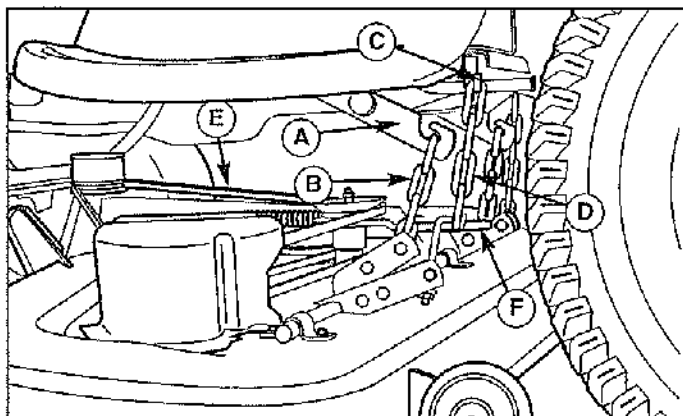
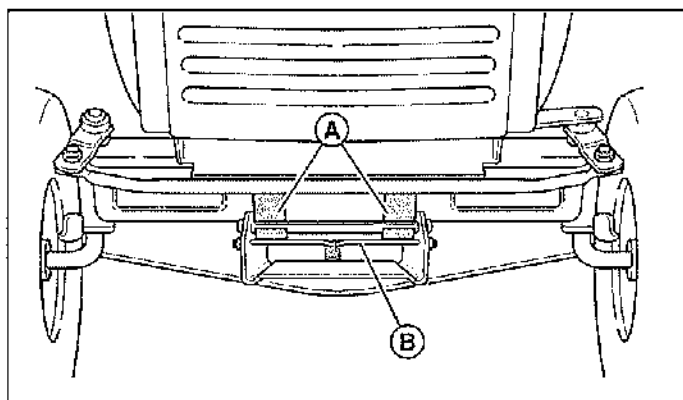

Figure 18. Relevage de tondeuse
Figure 19. Attelage de la tondeuse
4. Déconnecter la chaîne extérieure (D, Figure 18) de la patère (C). Refaire la même chose de l'autre côté.
6. Déconnecter la chaîne de levage (B) de la patère (C). Refaire la même chose de l'autre côté.
7. Diriger les roues tout droit. Tirer sur le levier à ressort (B, figure 19) et dégager l'attelage de la tondeuse du support d'attelage du tracteur (A).
2. Mettre la tondeuse en position de coupe la plus basse à l'aide du dispositif de réglage de hauteur de coupe. Glisser la tondeuse sous le côté droit du tracteur de façon à ce que l'attelage de la tondeuse s'aligne sur l'attelage avant du tracteur (A, figure 19).
4. Connecter les chaînes de levage (B, Figure 18) aux crochets de levage du tracteur (A).
6. Connecter les chaînes extérieures (D, Figure 18) à la patère (C).